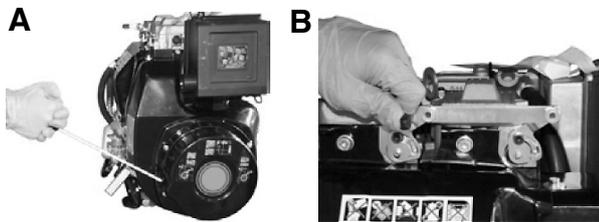

Abb. 15: Seilstart, Modell G-D 900 X-TEA
Schritt 1: Am Zündseil ziehen, bis der Verdichtungstakt des zweiten Zylinders einsetzt (Abb. 15 A).
Schritt 2: Die Dekompressionshebel einschalten. Die Zündposition ist nur dann korrekt, wenn die Hebel eingeschaltet bleiben (Abb. 15 B).
Schritt 3: Das Seil wieder in die entsprechende Aufnahme gleiten lassen, dann kräftig ziehen (Abb. 15 A).